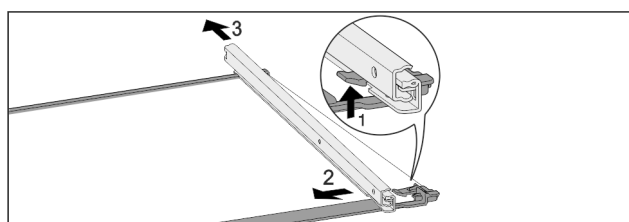

Fig. 115 Tablette en verre avec rails
- Pousser le crochet d'enclenchement avant vers le bas. Fig. 115 (1)
- Pousser le rail télescopique vers le côté Fig. 115 (2) et vers l'arrière Fig. 115 (3).